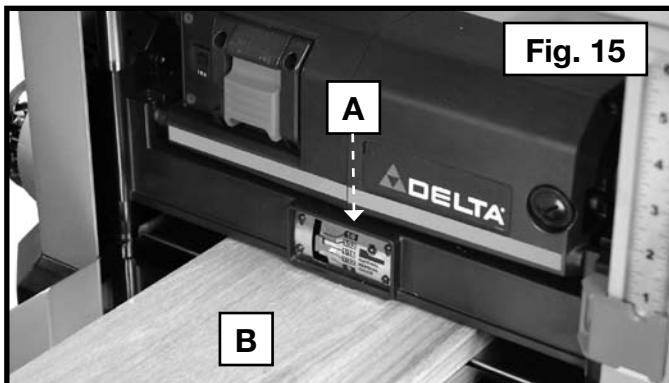

Fig. 15
La cepilladora cuenta con un calibrador de remoción del material (A) Fig. 15. Se utiliza para indicar la cantidad de madera que se quitará en una pasada, con el carro a una determinada altura.
1. Deslice aproximadamente 76 mm (3") de la pieza de trabajo (B) Fig. 15 por debajo de la parte media del carro.